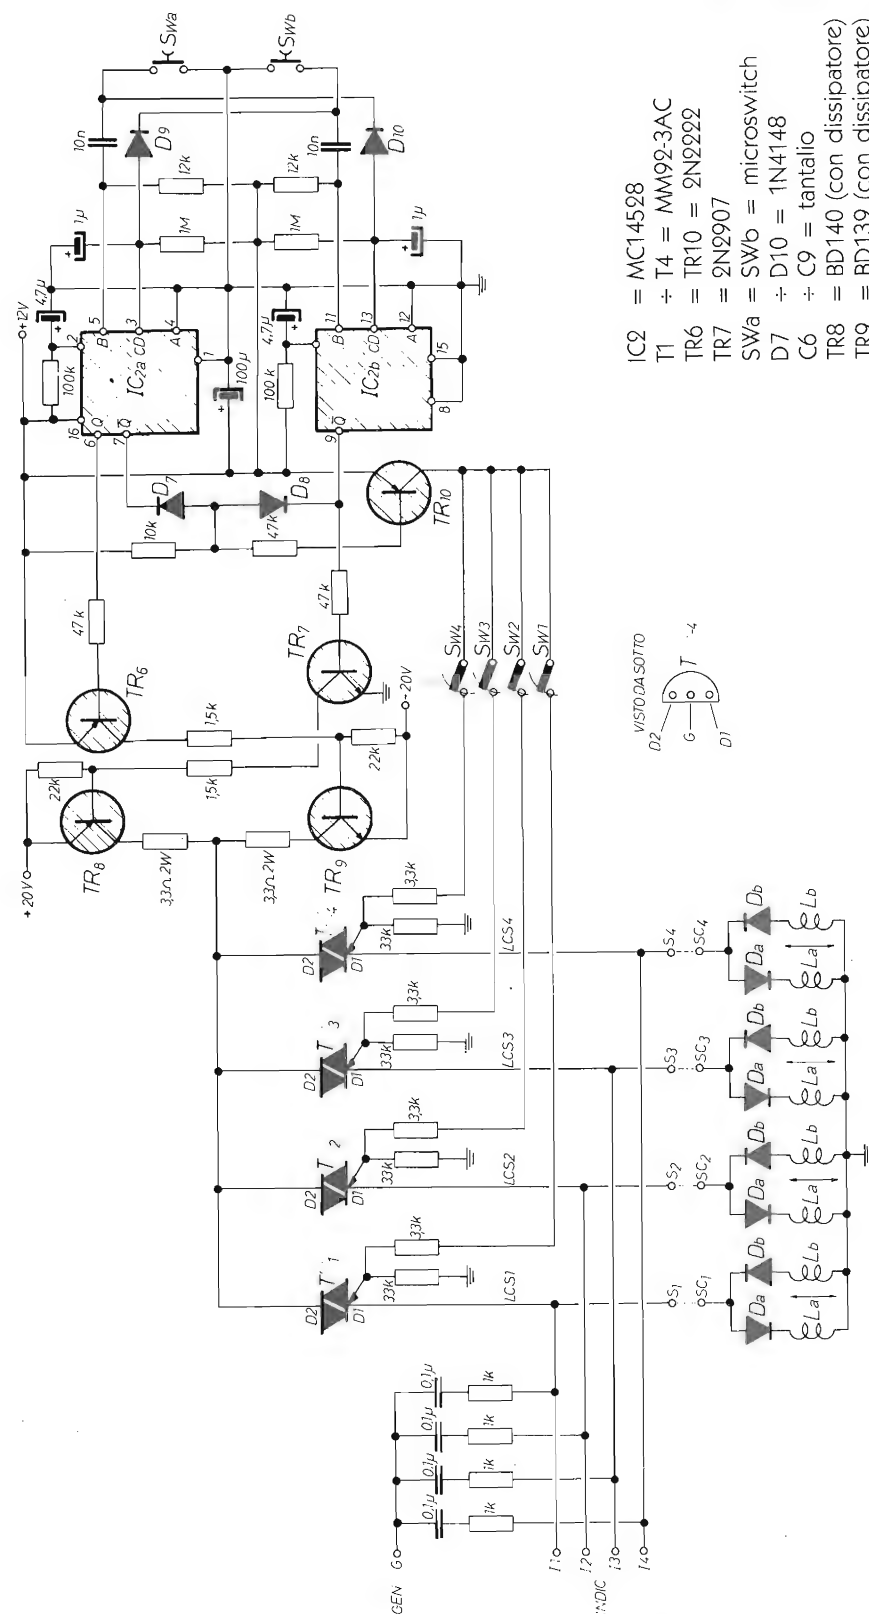

figura 4 - Comando degli scambi a mezzo di TRIAC logici.
Un circuito così concepito è riportato a figura 4. Si osservi che, in questo, vi è un'unica coppia di pulsanti (SWa, SWb) a singola via e tanti interruttori (SW₁...SW_n) quanti sono gli scambi (SC₁...SC_n); con questi si «seleziona» lo, o gli scambi, da comandare con i due citati pulsanti di «comando». I TRIAC (T) utilizzati, essendo di tipo «logico», si lasciano triggerare con un potenziale di gate positivo in tutti e quattro i quadranti, cioè sono in grado di addurre agli scambi SC sia l'impulso-comando di +20 V che quello di -20 V. Alla loro generazione sono preposti i due multivibratori monostabili IC2a, IC2b e relativi stadi di potenza (TR6, TR8; TR7, TR9).
Alle LCS del sistema (reoforo G) è applicata l'uscita del generatore di figura 4. Essendo la sua impedenza d'uscita assai bassa (dell'ordine di qualche ohm), l'impulso di comando-scambi (± 20 V) che vi arriva, da questa viene clampato praticamente a zero.